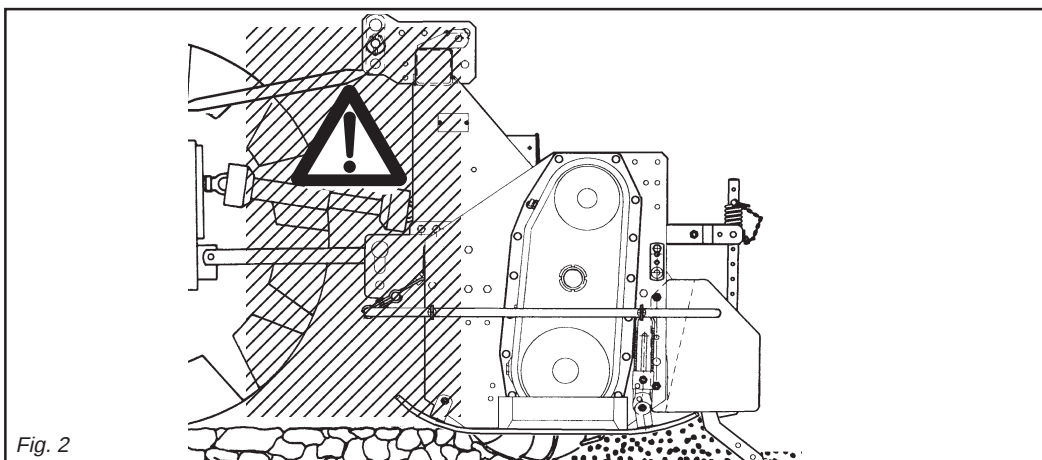

Fig. 2
- 28) È assolutamente vietato interporvi fra il trattore e l'attacco della zappatrice per manovrare il comando dall'esterno per il sollevamento (Fig. 2).
- 28) *It is absolutely forbidden to stand between the tractor and the implement when manoeuvring the lift control from the outside (Fig. 2).*
- 28) Es ist absolut verboten, zwischen den Schlepper und den Anschluß zu treten, um die Aushebung von außen zu betätigen (Abb. 2).
- 28) *Il est absolument interdit de se mettre entre le tracteur et l'attelage pour manoeuvrer la commande de relevage de l'extérieur (Fig. 2).*